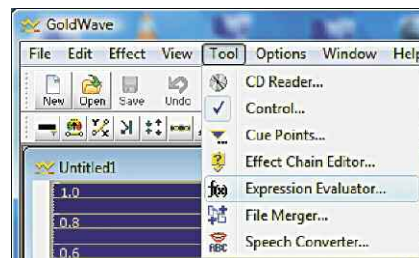

Рис. 3
2. Открываем инструменты и выбираем режим *Tool/Expression Evaluator* (рис. 3) или на панели инструментов нажимаем на кнопку $f(x)$.